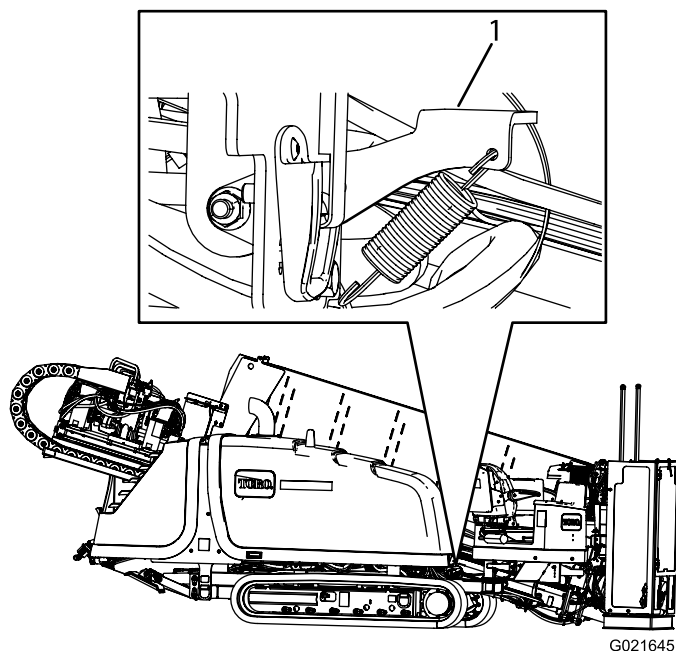

Figura 58
2. Empurre a trava do capô para baixo como mostrado na Figura 58.